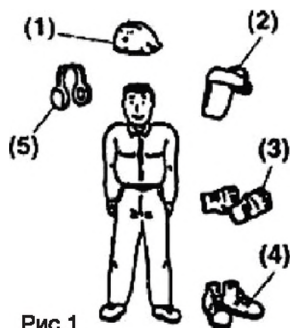

Рис.1
2. Носите прочную рабочую одежду с длинными рукавами, прочные тонкие перчатки, прочную нескользящую рабочую обувь, защитную каску и щиток (см.рис.1).